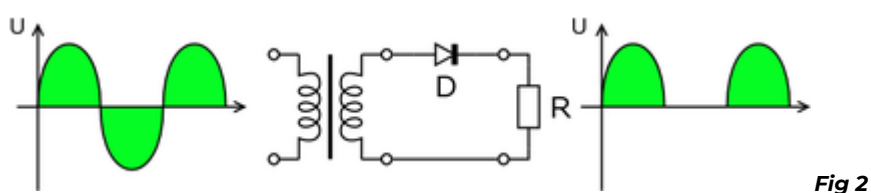

Fig 2
- Media onda: Este es construido con un diodo ya que puede mantener el flujo de corriente en una sola dirección. Puede ser utilizado para cambiar una señal de AC a una de DC. Cuando la tensión de entrada es positiva, el diodo debe estar en polarización directa y se puede sustituir por un corto circuito. Si la tensión de entrada es negativa el diodo se polariza en inverso y se puede reemplazar por un circuito abierto. Por tanto cuando el diodo se polariza en directo, la tensión de salida a través de la carga se puede hallar por medio de la relación de un divisor de tensión. **Fig 2(Media Onda)**